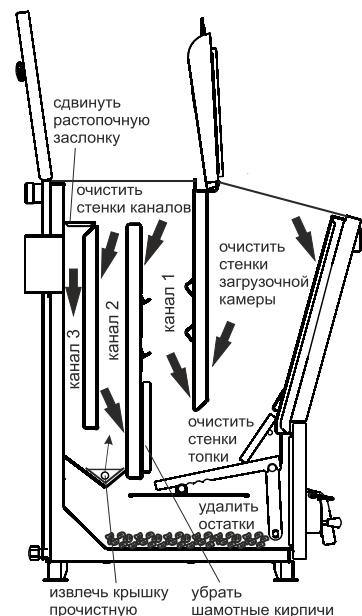

Рис.8 Схема чистки котла
7.3.3. Чистку котла от смолистых отложений и сажи рекомендуется производить на прогревом 80°C теплоносителем в котле по мере загрязнения, но не реже одного раза в три месяца в следующей последовательности (см.Рис.8):